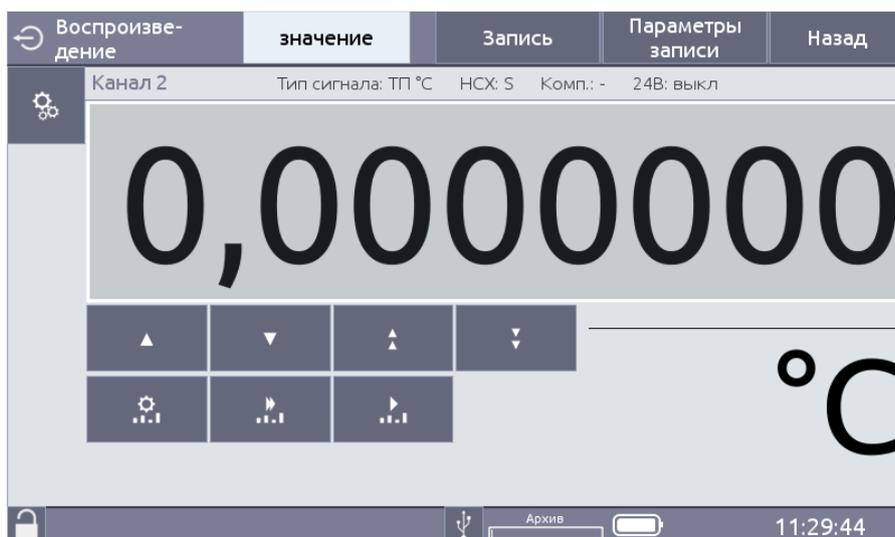

Рисунок 2.31
2.7.2.6 В режиме «Воспроизведение» ИКСУ-3000 воспроизводит единственное воспроизводимое значение, соответствующее параметру «Значение воспроизводимого сигнала» (см. рисунок 2.31).
2.7.2.7 Нажатие на поле воспроизводимого сигнала приводит к появлению виртуальной клавиатуры (рисунок 2.31), с помощью которой устанавливают параметры воспроизведения: